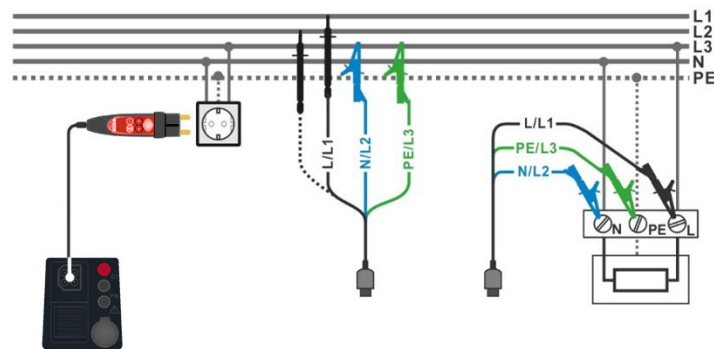

Abbildung 7.37: Messung der Leitungsimpedanz zwischen L-N oder L-L. Anschluss des Commander-Prüfsteckers und der 3-Leiter-Prüfleitung
- ▶ Schließen Sie die 3-Leiter-Prüfleitung oder den Commander-Prüfstecker am Prüfobjekt an, siehe **Abbildung 7.37**.